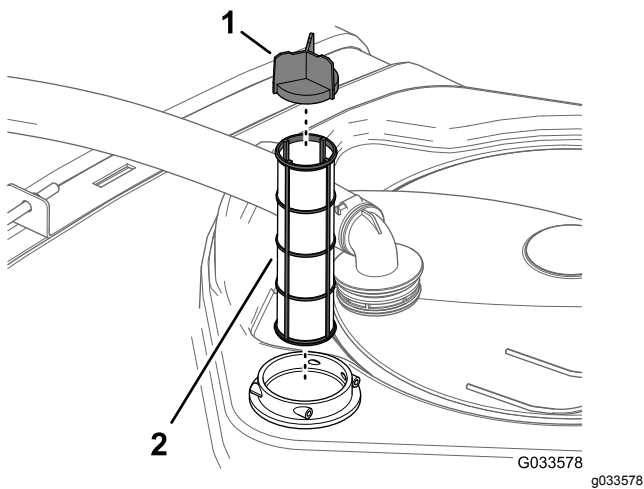

Рисунок 22
4. Извлеките фильтр линии всасывания из его корпуса в баке (Рисунок 22).